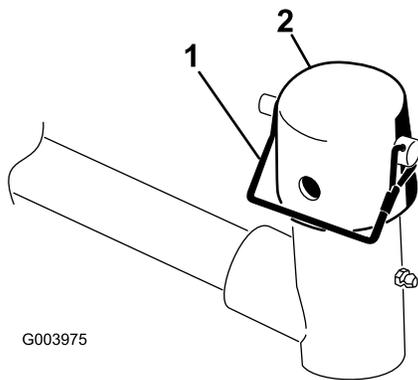

Figura 9
7. Retire el pasador de seguridad y el tapón de la horquilla de pivote del brazo de elevación (Figura 9).
11. Coloque el tapón sobre el eje del bastidor de tiro y la horquilla del brazo de elevación. Utilice la ranura si se desea una unidad de corte dirigitible, y utilice el taladro si la unidad de corte va a quedar bloqueada en una posición fija (Figura 9).